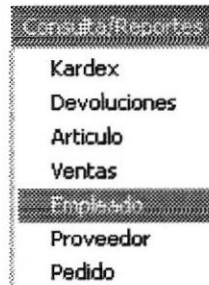

Figura 10.8. Seleccionando Empleados.
- 5. Seleccione la opción <Empleados> en el menú de Reportes / Consultas dando clic con el mouse como se muestra en la figura 10.8.